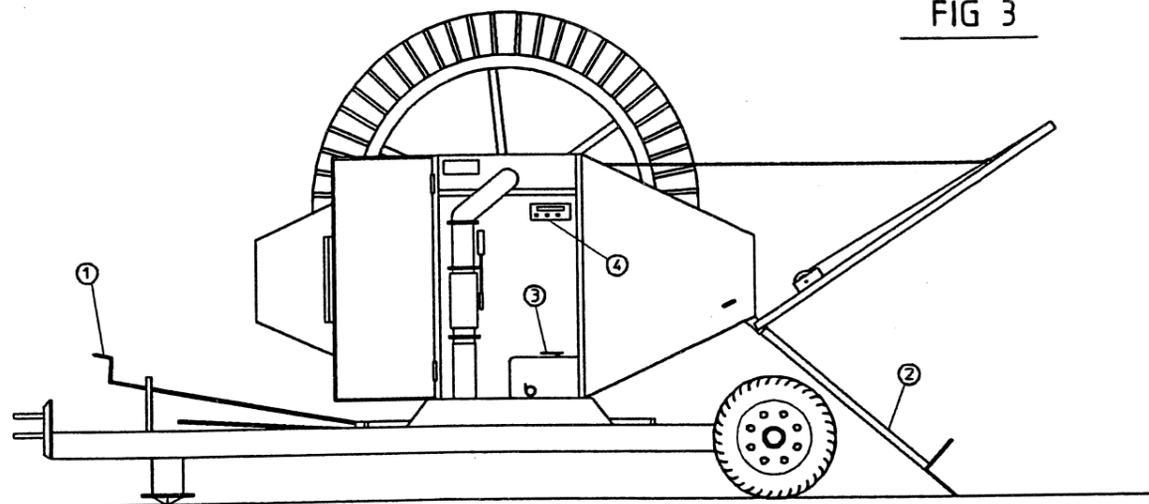

FIG 3
*4 Baisser et enfoncer les jambes de force en terre (fig 3, pos 2). Sur les types 3-4-5 TT2 les jambes de force sont mises en place à l'aide du levier rangé dans la porte de l'armoire de commande.
*7 Mettre le levier d'embrayage du réducteur sur la position "0" (point mort) (fig 3, pos 3)